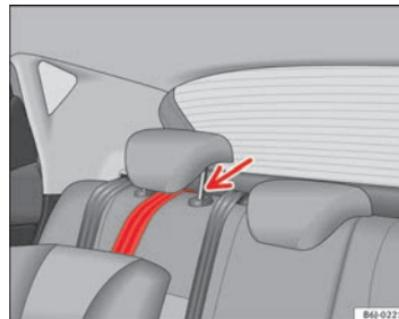

Fig. 28 Correa de sujeción: correcto ajuste y montaje
- Dirigir la correa de sujeción del Top Tether por debajo del apoyacabezas de la plaza posterior ⇒ **fig. 28** (levantar el apoyacabezas si es necesario).